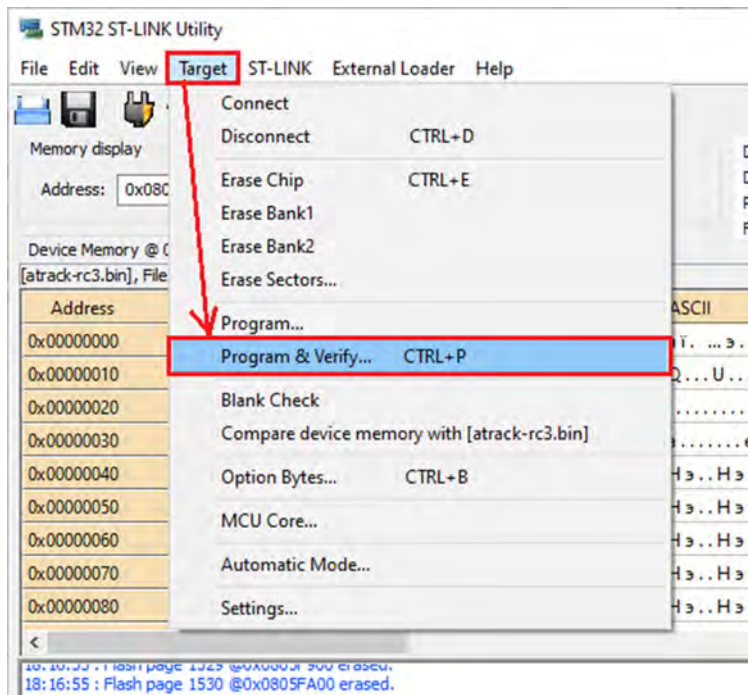
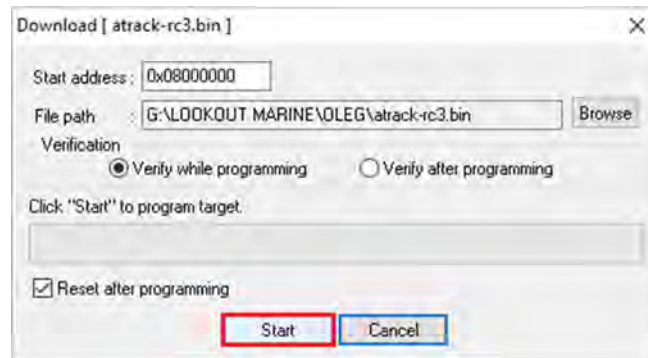

Рис. 12
Рис. 13
13. Далее через пункт "Target" → "Program & Verify" (рис. 12) запустить процесс перепрошивки устройства, нажав на кнопку "Start" (рис. 13)